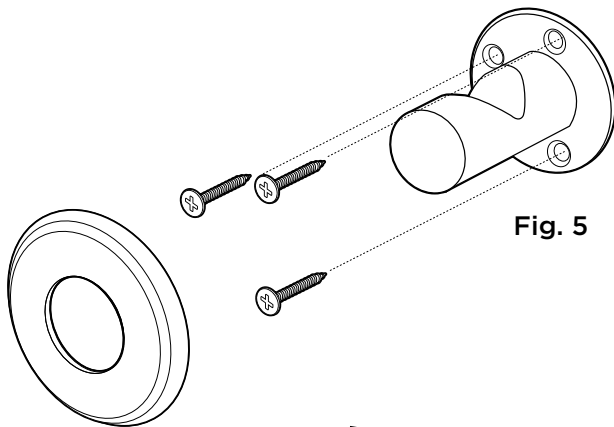

Fig. 5
- Para instalar el gancho de la bolsa, mida 44" (1118mm) hacia arriba del piso terminado en la ubicación deseada y marque la pared. **Fig. 5**